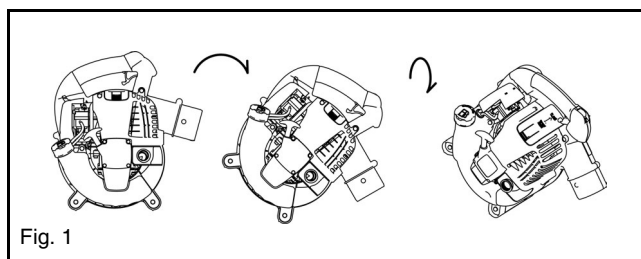
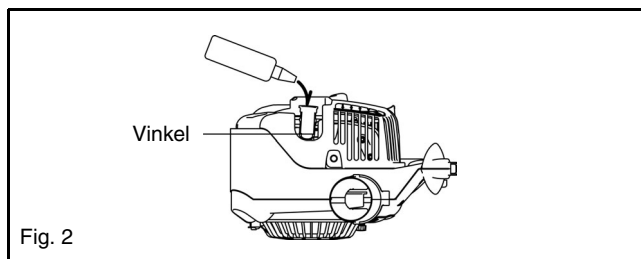

Fig. 1
Fig. 2
- (1) Forvis Dem om, at dækslet på benzintanken er låst godt fast.
- (2) Tag oliehaten af.
- (3) Vip maskinen i den rækkefølge, som vises på Fig. 1.
- (4) Placer maskinen som vist på Fig. 2 og genopfyld olie til hylden inden i olierøret.
- (5) Sæt oliemålepinden i igen og skru den fuldstændigt fast. Utilstrækkelig låsning af oliemålepinden kan have til følge, at olien løber over.
Når dækslet åbnes, anbringer man fingrene på hovedhåndtaget og stikdæksselfremspringet, (Fig. 1). Tryk fremspringet op og skyd dækslet i retningen "OPEN" (åben) (Fig. 2).